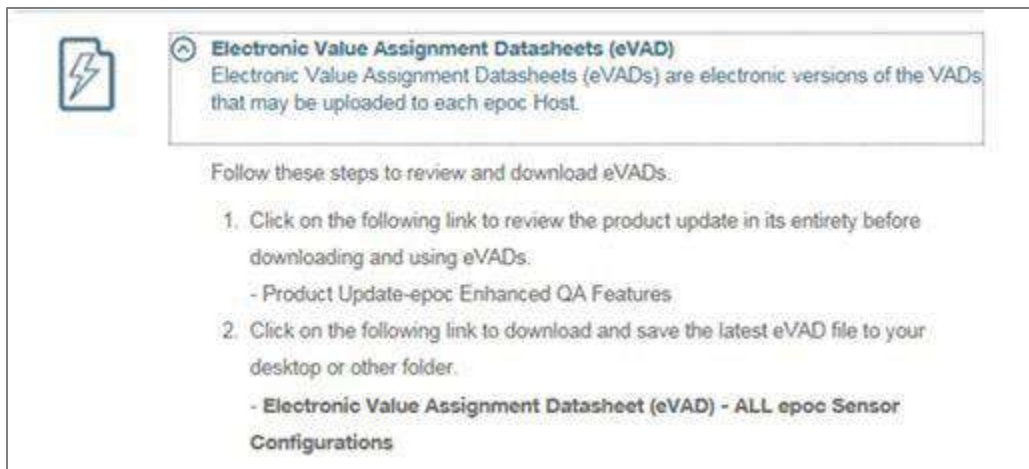

Рис. 4.
2. Следуйте инструкциям (рис. 4), чтобы загрузить файл eVAD на свой рабочий стол.